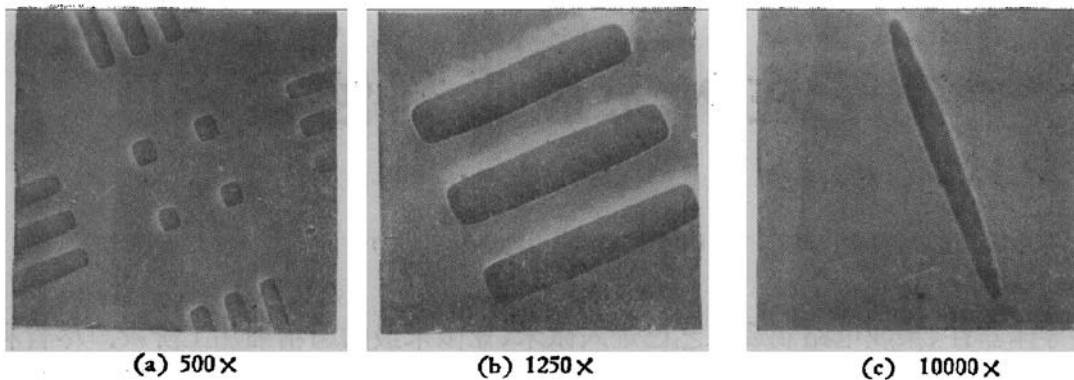

图3 刻 SiO2 的扫描电镜照片
5. 刻蚀图形清晰, 边沿整齐, 刻蚀图形的照片示于图 3;